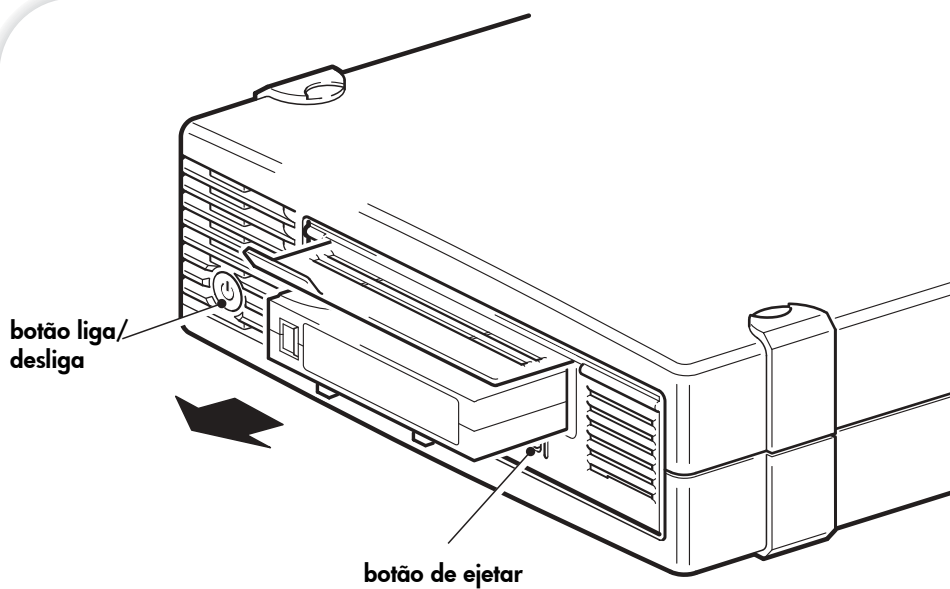

Figura 7b: descarregar um cartucho
- 1 Pressione o botão de ejetar no painel frontal (Figura 7b).